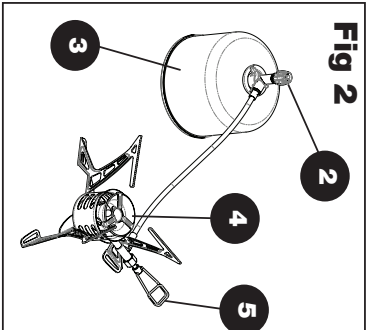

Fig 2
- 2.1 在连接气罐或油桶前确保炉具及密封胶圈（图2）处于正确位置且状态完好。